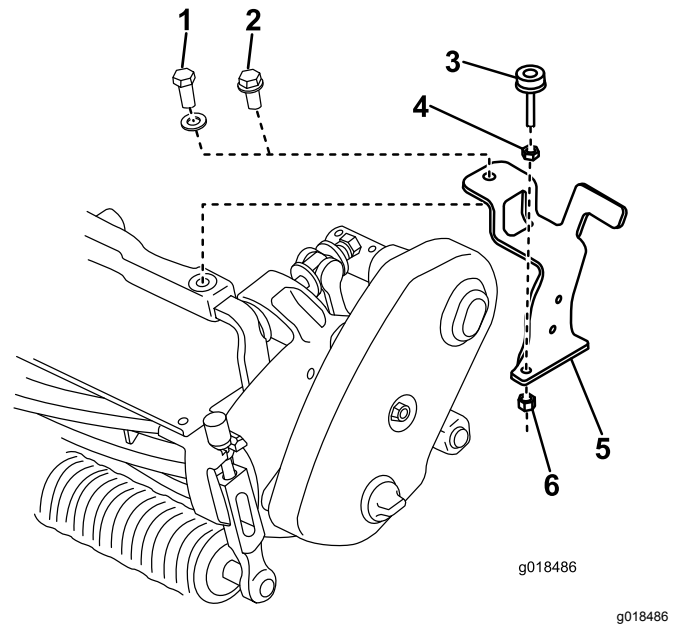

Figure 2
- Sur les modèles Flex 1800/2100, fixez le support de brosse au cadre avant et à la patte avec un boulon à embase ($\frac{3}{8}$ " x 1"), comme montré à la **Figure 2**.
- Sur les modèles Flex 18/21, fixez le support de brosse au cadre avant et à la patte avec un boulon neuf (M10 x 30 mm) et la rondelle retirée précédemment (**Figure 2**).
4. Serrez légèrement la vis de réglage de niveau dans le support de brosse avec un écrou de blocage (5/16") et un contre-écrou (5/16"), comme montré à la **Figure 2**.